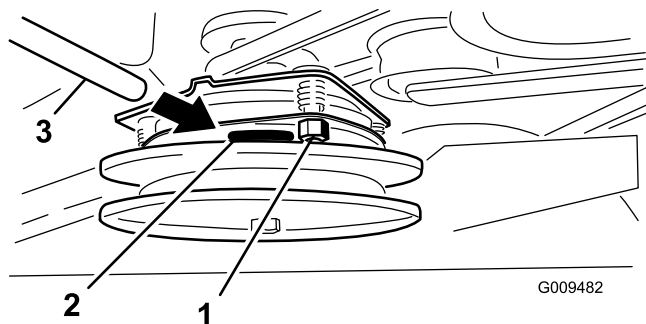

Figura 61
2. Si es necesario un ajuste, utilice una galga de 0,381 mm para ajustar cada una de las tres posiciones de la ranura de ajuste. Apriete las contratuercas hasta fijar ligeramente la galga pero dejando que ésta se pueda mover con facilidad en la separación (Figura 61).